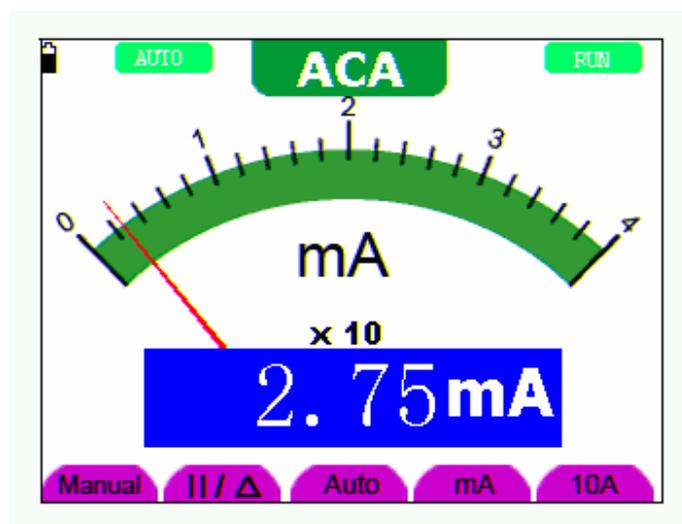

图 29: 交流电流测量界面
4. 将红色和黑色表笔连接到被测点。屏幕将显示被测点的交流电流值。见图 29：